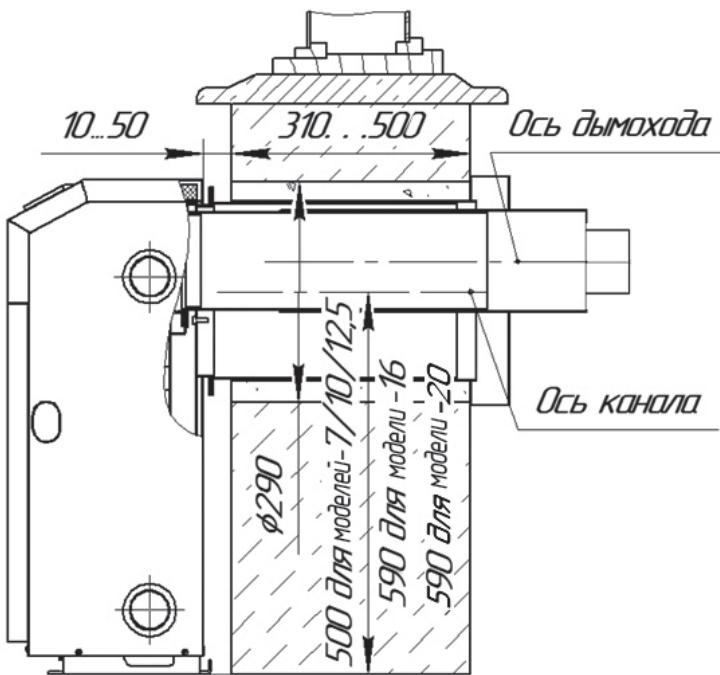

Рисунок 6 - Схема установки котла у стены
7.7. При напольном монтаже в наружной стене на высоте 500 мм для котлов модели PRESIDENT-7, PRESIDENT-10, PRESIDENT-12,5 и на высоте 590 мм для котлов модели PRESIDENT-16, PRESIDENT-20 (см. рис.6) от несгораемого покрытия пола выполнить отверстие Ø 290 мм (не менее), при этом учесть, что для обеспечения демонтажа устройства газогорелочного (рис.3) на расстоянии не менее 0,5 м от котла не должно быть никаких строительных элементов или стационарно установленного оборудования;